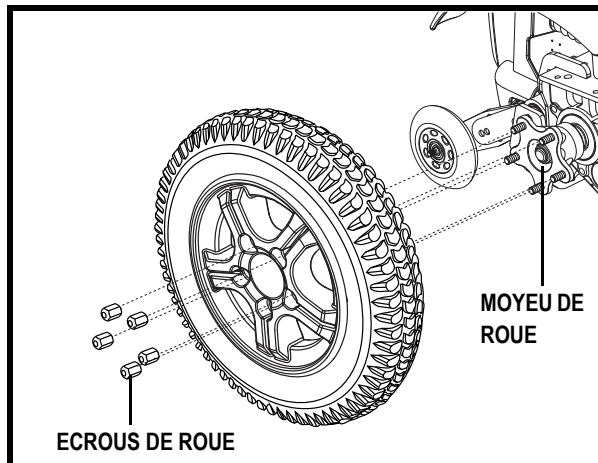

Figure 24. Roue motrice Quantum Vibe R-4000
4. Retirez les cinq écrous de roue (5) du moyeu. **Voir la figure 24.**